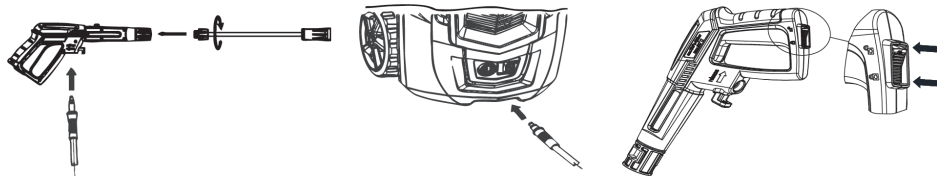

Рисунок 2. Схема встановлення розпилювального тракту високого тиску.
- встановити колеса для транспортування та барабан для зберігання рукава високого тиску (рис. 2, 3);
- скласти розпилювальний комплект (рис 2): приєднати універсальну форсунку на металевому подовжувачі до водяного пістолета обертовим рухом до упору від руки; розкласти вихідний рукав високого тиску та приєднати його нарізкою до вихідного штуцера на корпусі виробу (рис. 2), а конектор приєднати до водяного пістолета; увімкнути клавішу блокування від випадкового увімкнення подачі води на нижній поверхні руків'я водяного пістолета.